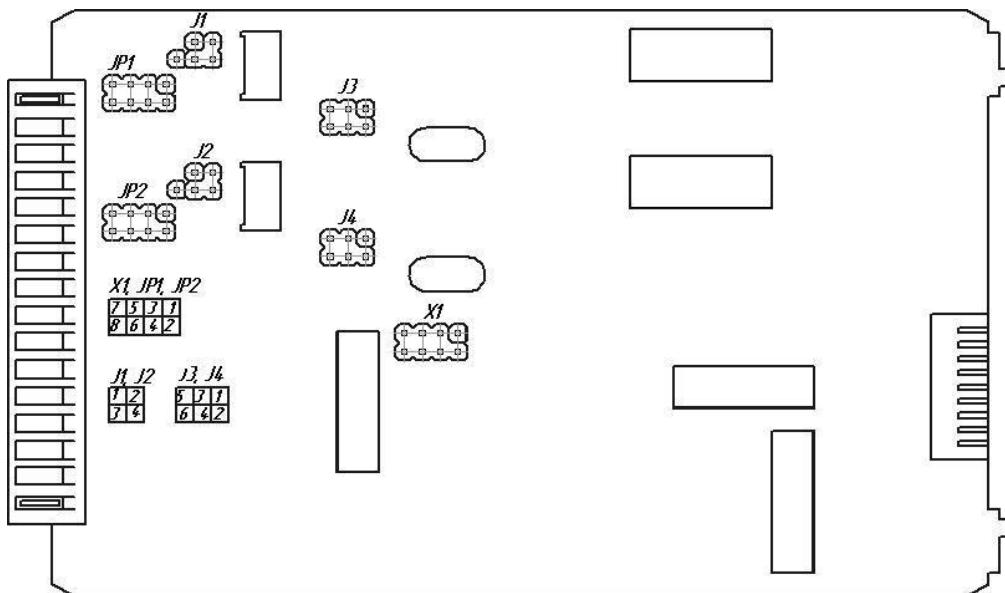

Рисунок 4.6 – Положение перемычек на плате прибора
- установить положение перемычек на модуле универсальных входов в положение согласно выбранному типу входного сигнала (таблица 4.3, рисунок 4.6).